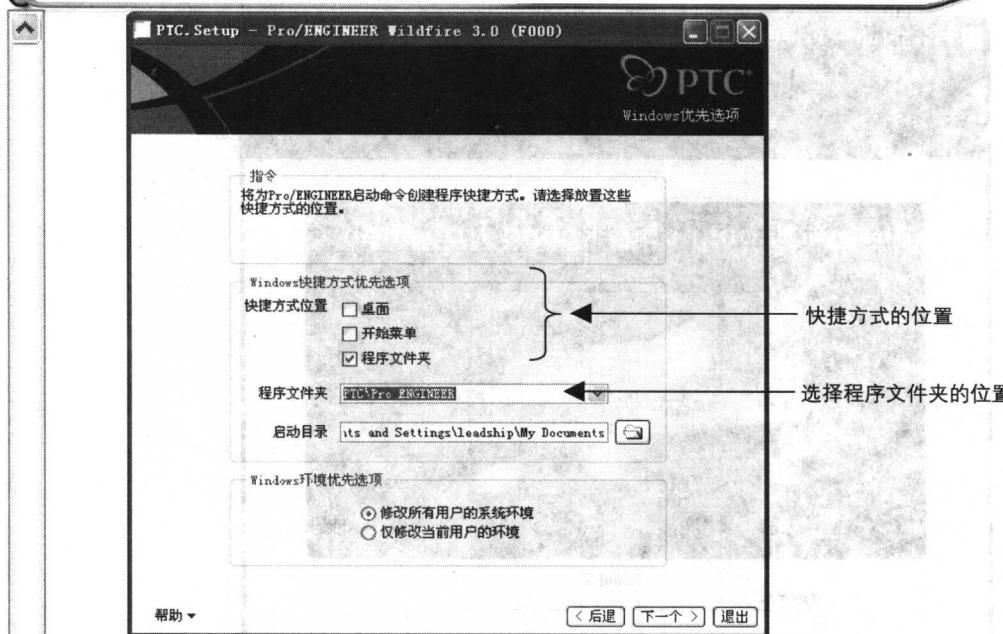

图 1-11
- ⑧ 连续单击**下一个**按钮，出现“Windows 优先选项”界面，如图 1-11 所示，此时可以定义选择启动 Pro/E 的快捷方式、程序文件夹、启动目录等。